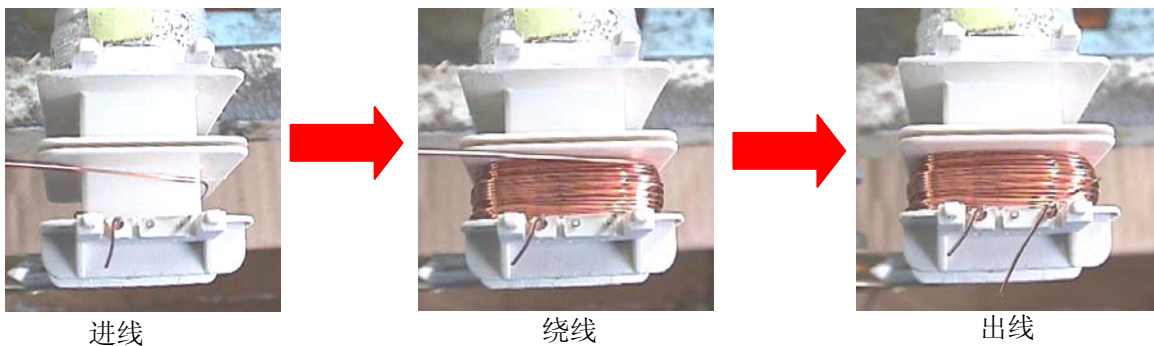

图 7.1
2.1 次级绕线：在一定程度上整齐排列,达到最上层时,布线已零乱,呈凹凸不平状况,这是绕线中最粗略的绕线方法, 即任意绕(如图 7.1)